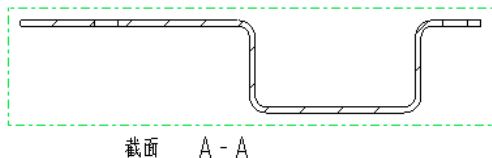

图 8-30 设置全剖视图
(9) 默认的剖切区域选项为“完整”，单击“应用”按钮，此时效果如图 8-30 所示。